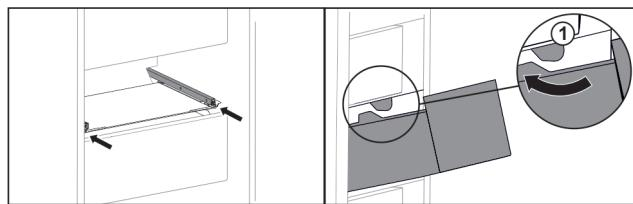

Fig. 160
- Predal speljite okrog zaustavljalnikov Fig. 160 (1).